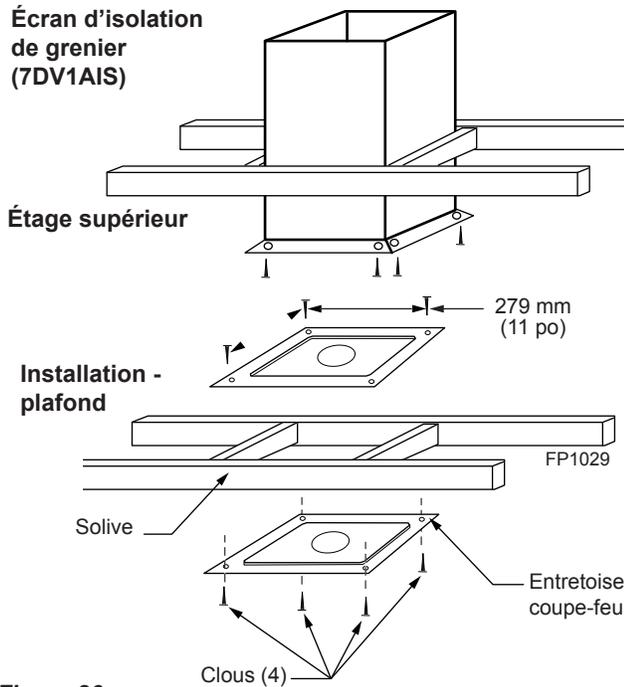

Figure 26 - Installez la ou les entretoises de coupe-feu et fixez-les
6. Mettez le(s) coupe-feu ou l'écran d'isolation de grenier en place, puis fixez-les. *Figure 26*